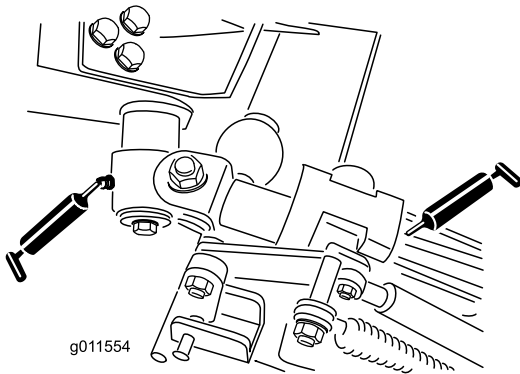

Figura 50
- 2 casquillos de pivote de leva acodada (Figura 50)
- 4 casquillos de los brazos traseros (Figura 50)